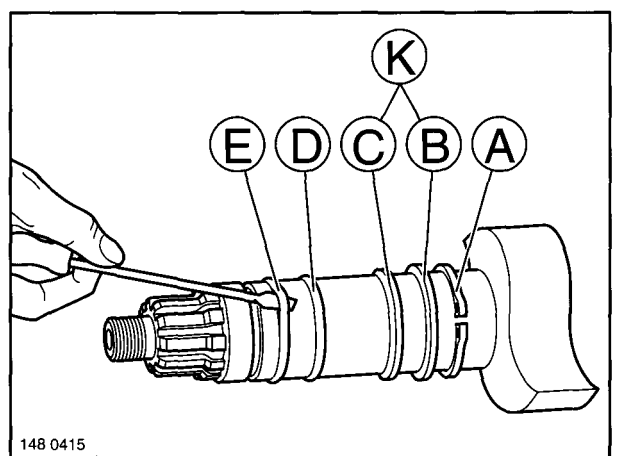

Fig. 15
- (7) Check the brake camshaft movement in the bushes for smoothness. If necessary, re-work the bushes.
- (8) Place the circlip (Fig. 15/A) in the groove. Slide the retaining ring (Fig. 15/B), plastic ring (Fig. 15/C), or combined ring (Fig. 15/K), and O-ring (Fig. 15/D) (green, dia. 40x2.5) into position. Place the O-ring (Fig. 15/E) (black, dia. 34x3 with a groove width of 4.5 mm or dia. 37x2.6 with a groove width of 3.4 mm) in the groove.
On brake camshaft bearings with 300 mm dia. S-cam brake, the circlip (Fig. 15/A) and retaining ring (Fig. 15/B) are dispensed with. The brake camshaft is S-cam it is directly on the rear of the brake carrier housing.
- (7) Vérifier que l'arbre à came bouge facilement dans les douilles, si nécessaire les rectifier.
- (8) Placer la bague d'arrêt (figure 15/A) dans la rainure, faire glisser la bague de butée (figure 15/B), la bague en plastique (figure 15/C) ou la bague mixte (figure 15/K), le joint torique (figure 15/D) (vert, Ø 40x2,5) sur le point d'appui. Disposer dans la rainure un joint torique (figure 15/E). Ce joint sera noir, de dimensions Ø 34x3, si la gorge fait 4,5 mm de large et Ø 37x2,6 si la gorge fait 3,4 mm de large.
Pour paliers d'arbre à came de frein avec freins à came en S de Ø 300, la bague d'arrêt (figure 15/A) et la bague de butée (figure 15/B) n'ont pas lieu d'être. L'arbre à came est alors engagé jusqu'à la came en S.
- (8) Sicherungsring (Fig. 15/A) in Nut einsetzen, Anlagering (Fig. 15/B), Kunststoffring (Fig. 15/C) bzw. Kombiring (Fig. 15/K) und O-Ring (Fig. 15/D) (grün, $\text{Ø } 40 \times 2,5$) auf die Lagerstelle schieben. O-Ring (Fig. 15/E) (schwarz, $\text{Ø } 34 \times 3$ bei Nutbreite 4,5 mm, $\text{Ø } 37 \times 2,6$ bei Nutbreite 3,4 mm) in die Nut einsetzen.
Bei Bremswellenlagerungen mit S-Nockenbremse $\text{Ø } 300$ entfällt der Sicherungsring (Fig. 15/A) mit dem Anlagering (Fig. 15/B). Die Bremsnockenwelle wird bis zum S-Nocken eingeschoben.